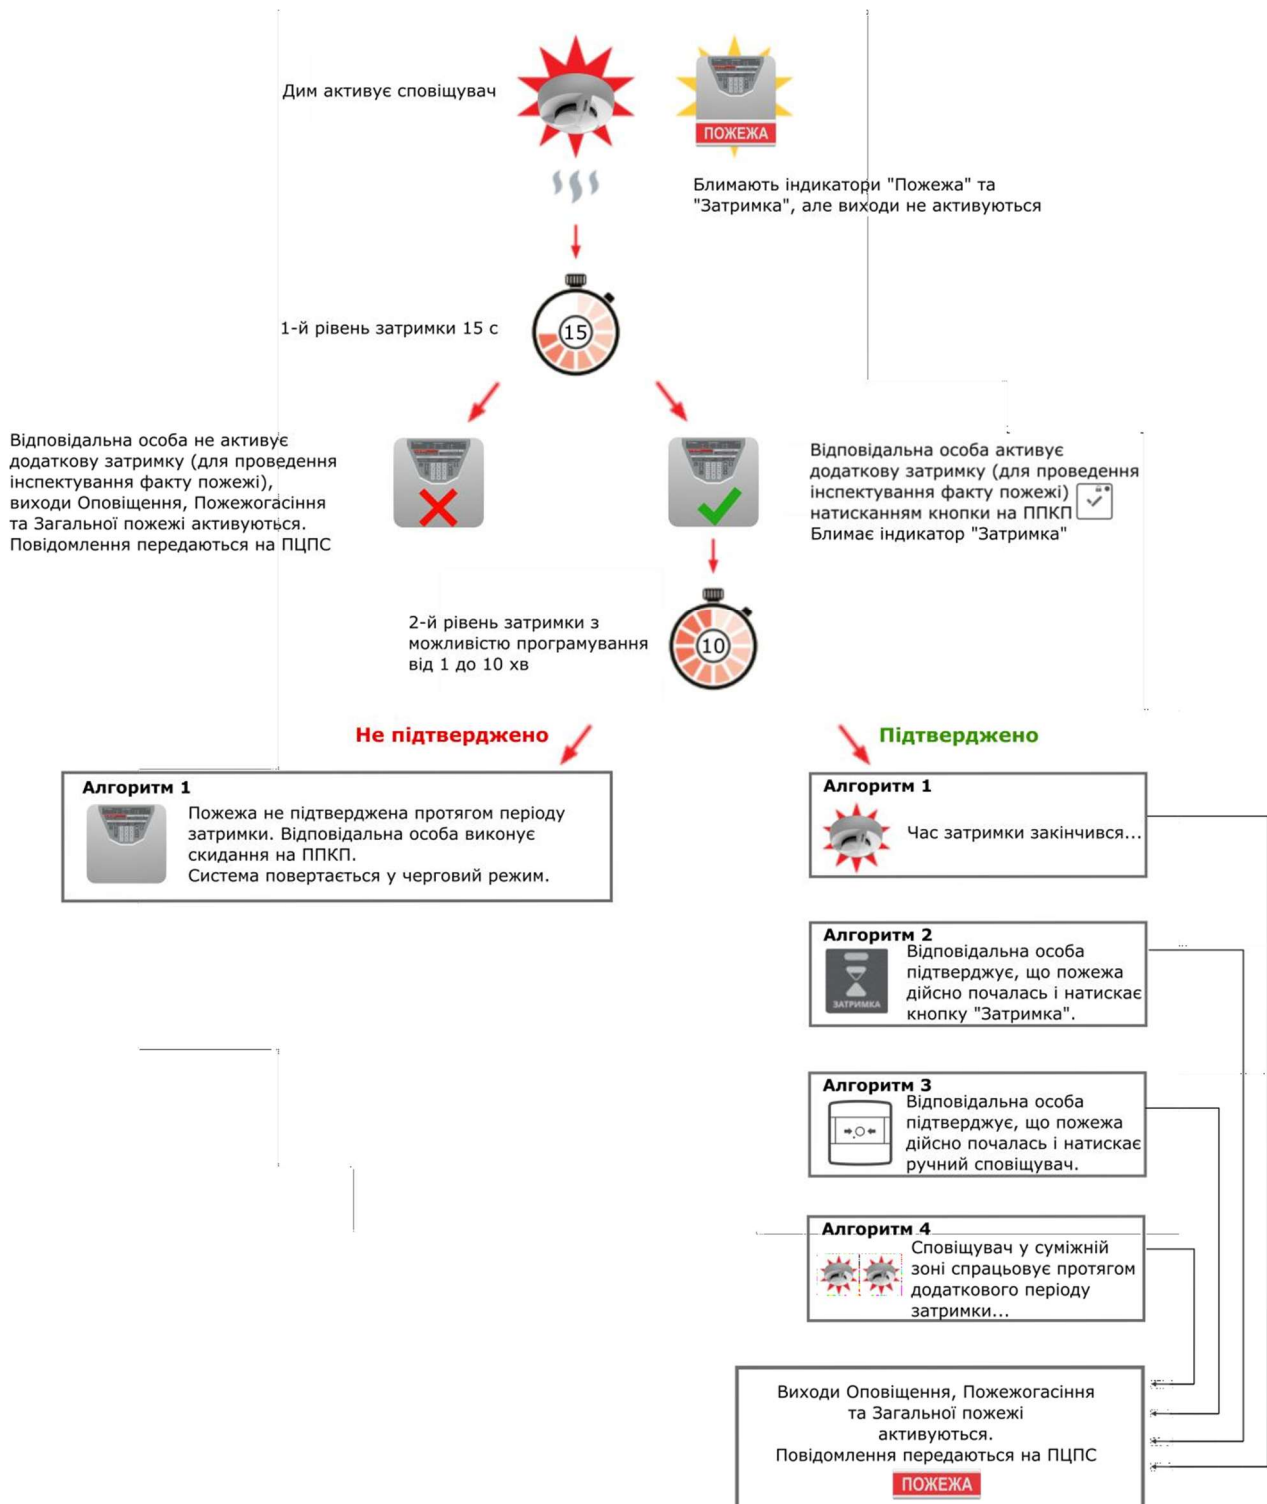

Рисунок 6.2 – Алгоритм роботи затримки для верифікації «Тип С»
4) верифікація «Тип С» (пожежна тривога з затримкою (Рис. 6.2)) – після спрацювання автоматичного сповіщувача активується затримка 15 с для підтвердження активації натисканням кнопки «Доступ» запрограмованої затримки на спрацювання виходів типу «Оповіщення», «Пожежогасіння», «Пожежа» та функції передавання сповіщення про Пожежу на ПЦПС до підтвердження пожежі суміжною зоною, або вручну – кнопкою «Затримка»; якщо протягом активованої короткої затримки не натиснути кнопку «Доступ», запрограмована затримка не активується.